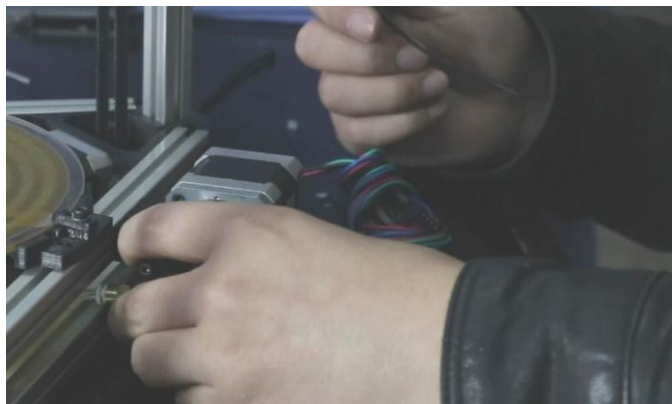

图 5-92 固定挤出机
6) 在铝型材上安装挤出机固定座，最后使用扎带将挤出机固定到挤出机固定座上，如图 5-92 所示。